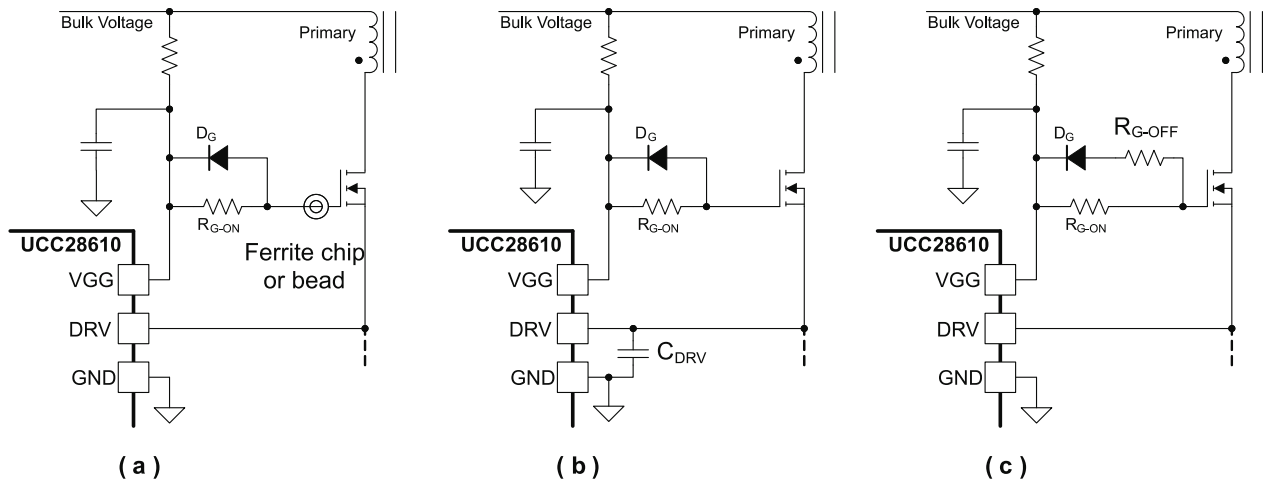

Рис. 35. Решения высокочастотного звона, (а) ферритовый чип, (б) CDRV и (с) RG-OFF
3. Затворный резистор выключения. Эти три метода можно использовать по отдельности или в сочетании, как показано на рис. 35.